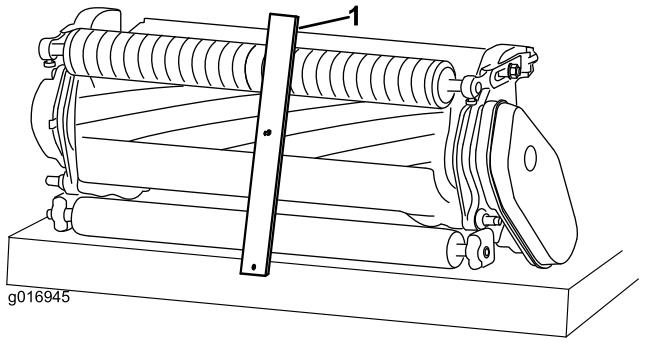

図 11
3. ゲージバーのねじの頭を下刃の先端に引っかけ、バーの後端を後ローラに当てがう図11。